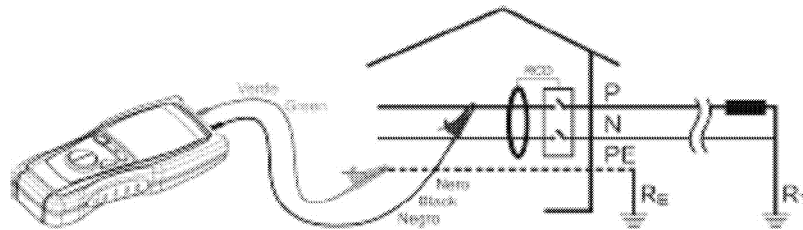

Fig. 10: Tilslutning af instrumentets terminaler under MΩ test
- Forbind instrumentets terminaler til enden af lederne, hvorpå isolationstesten foretages. (se Fig. 10)